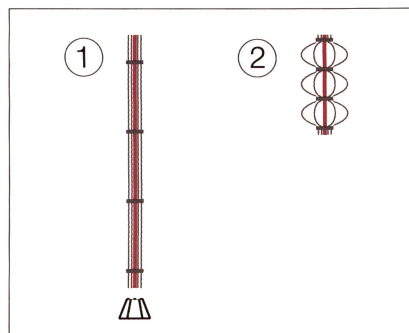

Abb. 3: Garnschluss
Abb. 3 zeigt links (1) schematisch den zu erzeugenden Garnschluss im gedehnten Zustand des Elastans. Rechts (2) ist dargestellt,